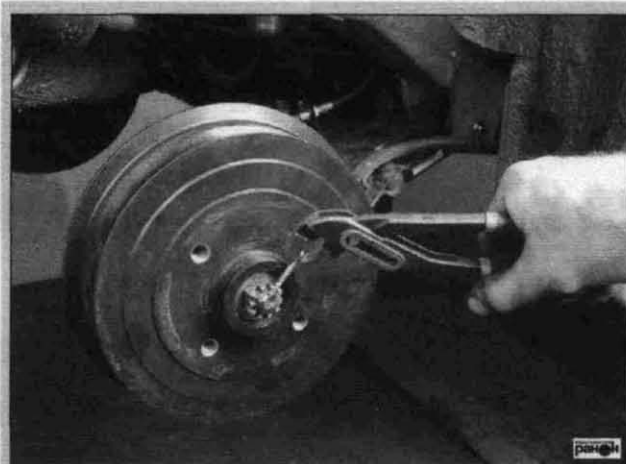

Рис. 5.23. Снятие шплинта корончатой гайки ступицы
- расшплинтовать корончатую гайку ступицы (рис. 5.23);